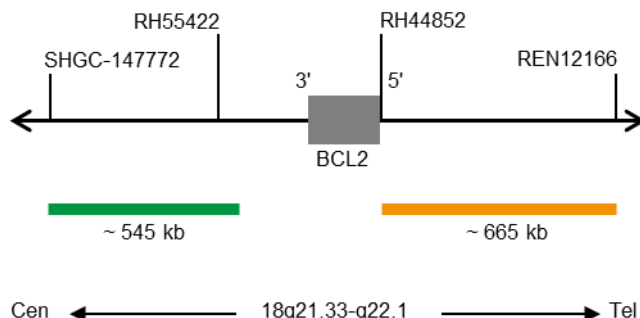

Abb. 1: SPEC BCL2 Sondenlokalisation (nicht maßstabsgetreu)
- ZyGreen (Anregung 503 nm/Emission 528 nm) markierten Polynukleotiden (~10 ng/μl), die gegen Sequenzen in 18q21.33* (chr18:60,046,152-60,589,273) gerichtet sind, welche proximal zur BCL2-Bruchpunktregion lokalisiert sind (siehe Abb. 1).
- ZyOrange (Anregung 547 nm/Emission 572 nm) markierten Polynukleotiden (~4,5 ng/μl), die gegen Sequenzen in 18q21.33-q22.1* (chr18:60,994,528-61,658,503) gerichtet sind, welche distal zur BCL2-Bruchpunktregion lokalisiert sind (siehe Abb. 1).